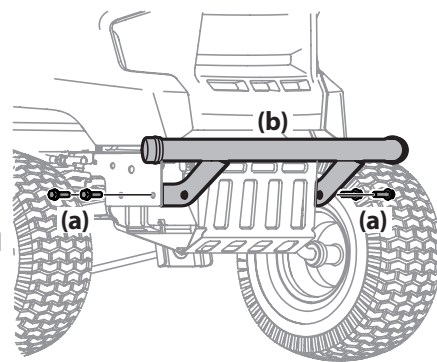

Figura 10
2. Coloque los soportes del paragolpes hacia el interior del bastidor del tractor y fíjelos en su lugar con los cuatro tornillos hexagonales (a). Ajuste hasta 332-405 pulgadas-libras (37.5-45.75 N-m). Consulte la Figura 10.